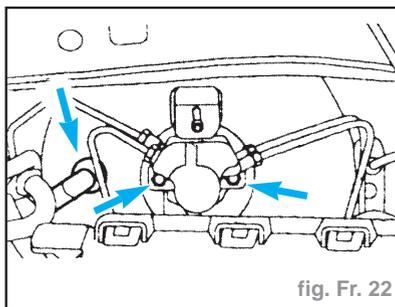

fig. Fr. 22
- Déposer le flexible à dépression de servofrein et les écrous du maître-cylindre (fig. Fr. 22).